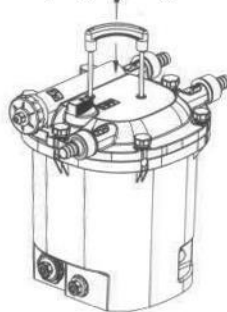

Рисунок 2
3. Включите питание насоса, переместите ручку вверх и вниз по вертикали, когда работает фильтр (рис. 2)